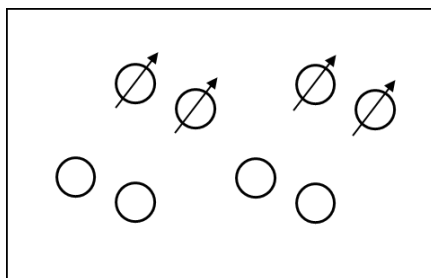

図 10 ヘマタイトの鉄イオンの配列の一部分
問題 13 (1) 図 10 にヘマタイトの鉄イオンの配列の一部分を示す。図 9a と同じ方向からの投影図であり、枠線は単位格子の約 1/3 の領域を示している。鉄イオン間には酸化物イオンが存在するが、簡単のため省略し、鉄イオンのスピンの方向の一部を矢印で示している。矢印を示したイオン同士には交換相互作用が働きスピンは平行となっている。ヘマタイトが反強磁性体であることを考慮して、解答用紙の図に残りの鉄イオンのスピンの向きを矢印で示せ。